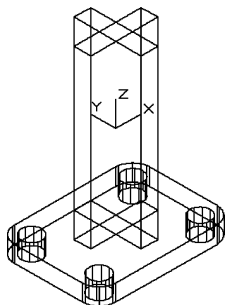
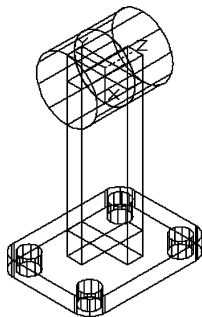

图 13-28 创建长方体
图 13-29 镜像圆柱体
(9) 单击“三维工具”选项卡“建模”面板中的“长方体”按钮, 以坐标原点为长方体的中心点, 分别创建长 40、宽 10、高 100 及长 10、宽 40、高 100 的长方体, 结果如图 13-28 所示。
(10) 在命令行中输入命令“UCS”, 移动坐标原点到 (0,0,50), 并将其绕 Y 轴旋转 90°。
(11) 单击“三维工具”选项卡“建模”面板中的“圆柱体”按钮, 以坐标原点为圆心, 创建半径为 20、高 25 的圆柱体。
(12) 选取菜单栏中的“修改”→“三维操作”→“三维镜像”命令。以 XY 面为镜像面, 选择圆柱体进行镜像。结果如图 13-29 所示。